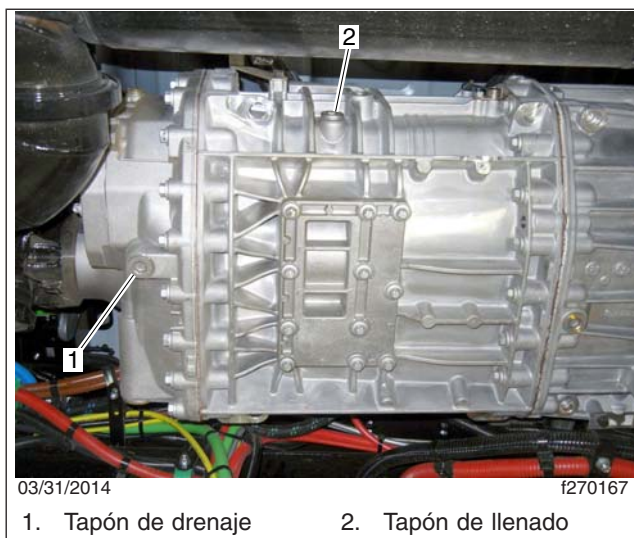

Figura 1, Tapones de llenado y de drenado, transmisiones automatizadas Detroit
2. Limpie el área que rodea el tapón de llenado, entonces retire éste del costado de la caja de cambios. Quite el tapón de drenado del fondo de la caja. Vea la Figura 1.